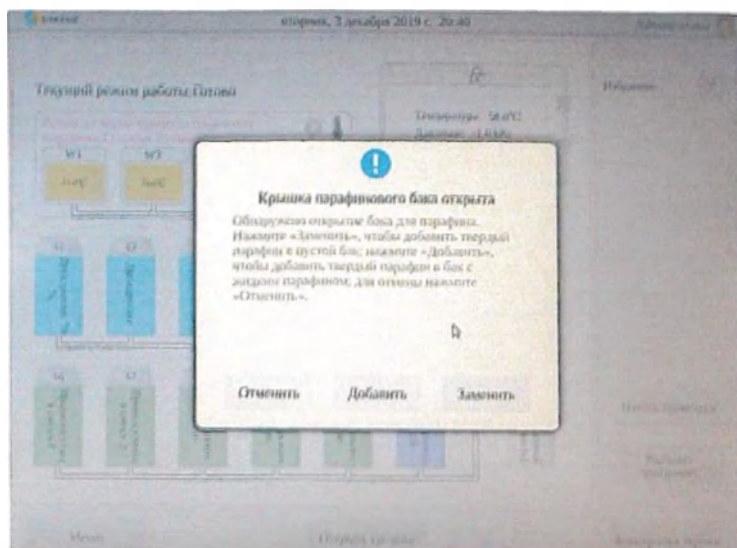

Рис. 69
- Откройте дверцу контейнера с парафином. На экране появится сообщение с вопросом о том, что следует делать (Рис. 69).